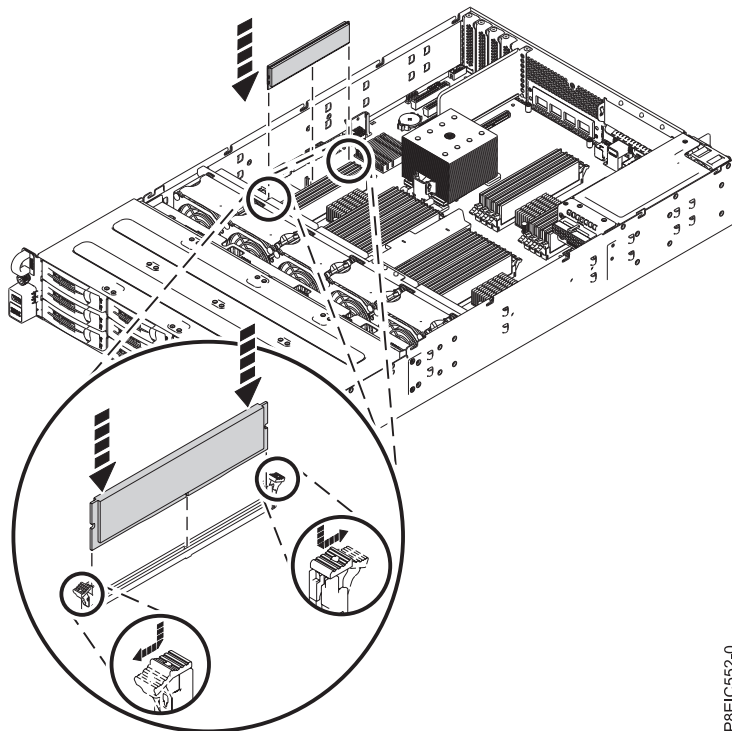

図 20. DIMM のロッキング・タブを開き、メモリーを挿入
3. ロッキング・タブをソケットの外側 (図 20 に示す方向) に押します。